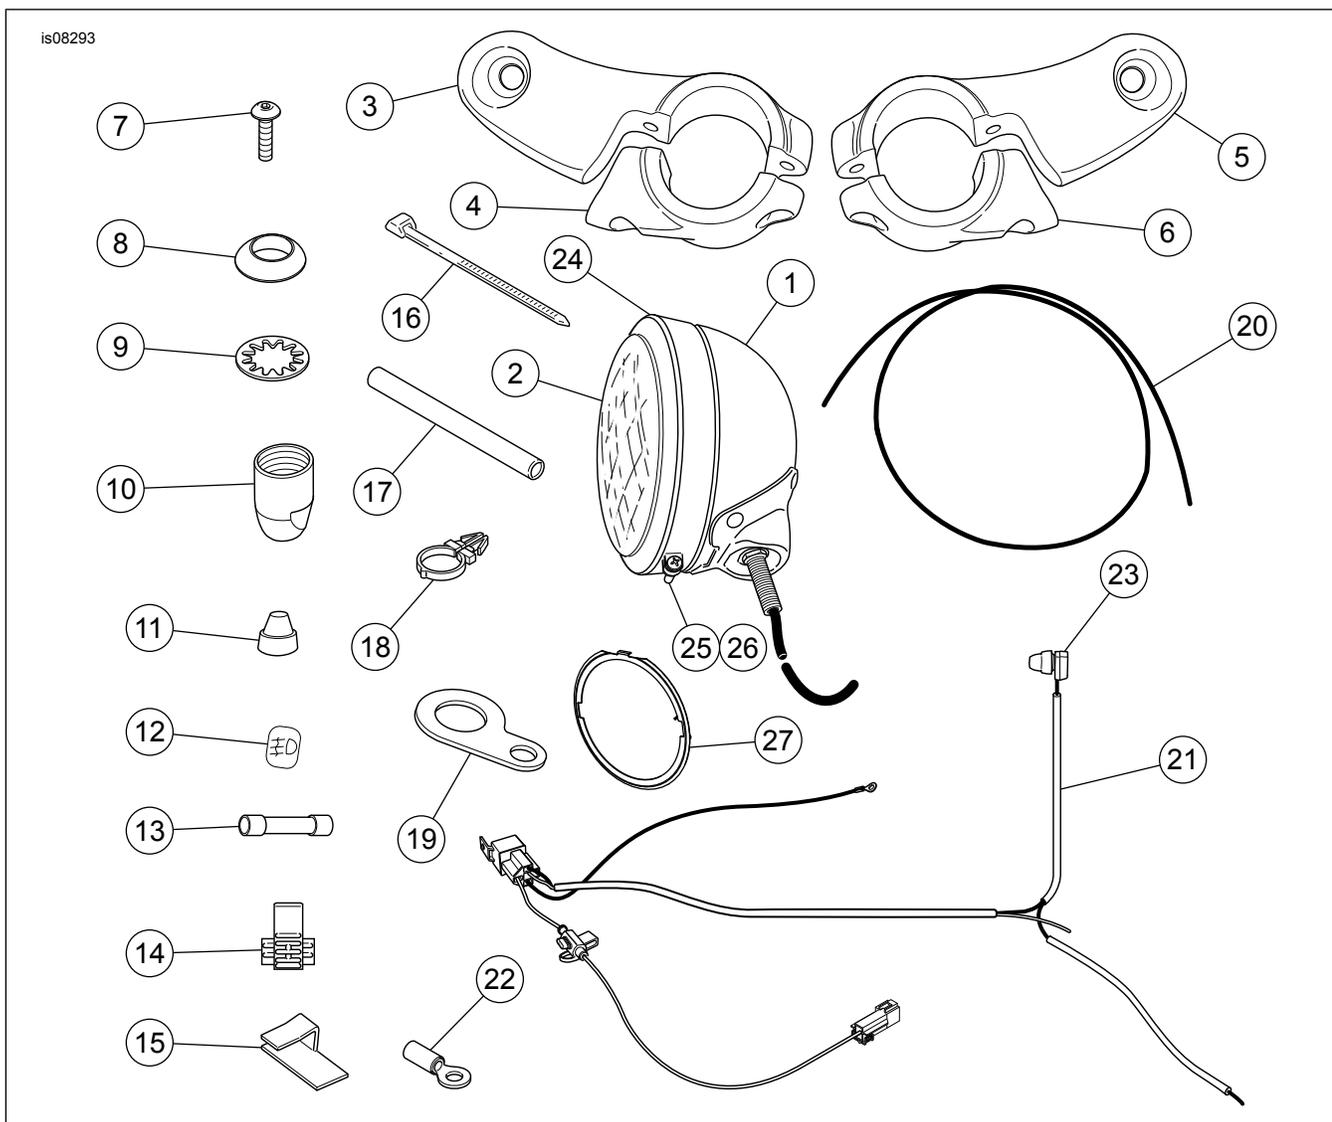

Figure 11. Pièces de rechange
6. Voir Figure 11. Rechercher l'anneau de garniture externe (24), l'anneau à emboîtement interne (27) la vis (25) et l'écrou (26).
14. Voir Figure 11. Prendre le support de montage de l'interrupteur (élément 19) du kit. Dévisser la gaine du commutateur de feu et installer le commutateur dans le support. Replacer la gaine sur l'interrupteur.
16. Voir Figure 11. Attacher le branchement du commutateur de feu du faisceau au guidon en utilisant les retenues de faisceau de fils (élément 18) selon les besoins. Mettre en place d'un coup sec les retenues dans les trous du guidon.